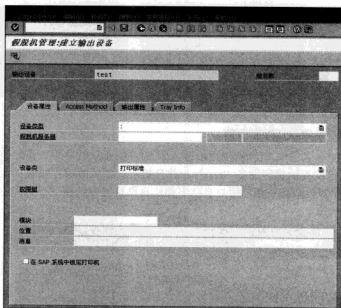

图 12-58 “假脱机管理: 建立输出设备”界面
STEP 3 单击“”按钮，然后单击“”按钮，进入“假脱机管理：建立输出设备”界面，如图 12-58 所示。